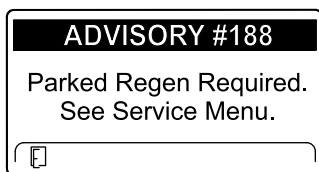

Figura 49
- Parked regeneration required (Es necesaria una regeneración con la máquina aparcada) ADVISORY #188 (Aviso n.º 188) (Figura 49)